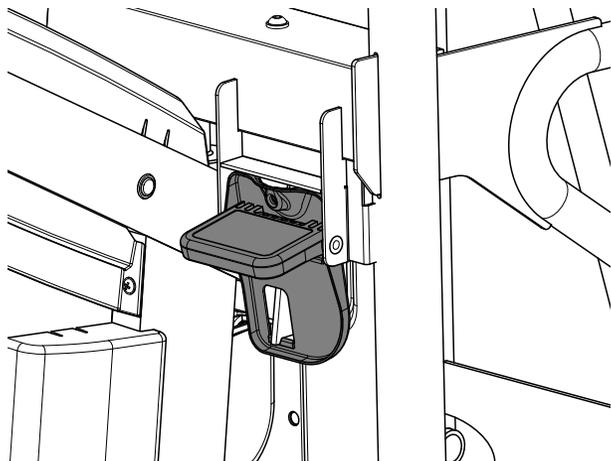

Figura 2-7. Seguro de la plataforma enganchado
- 10. Conjunto de plataforma y puerta** - Verificar que los pasadores de montaje no estén sueltos; la barandilla de la plataforma no esté dañada; el seguro de la plataforma esté enganchado en el carruaje (Figura 2-7.); las puertas de entrada de cierre automático estén en buenas condiciones de funcionamiento; no haya grietas ni corrosión visibles.